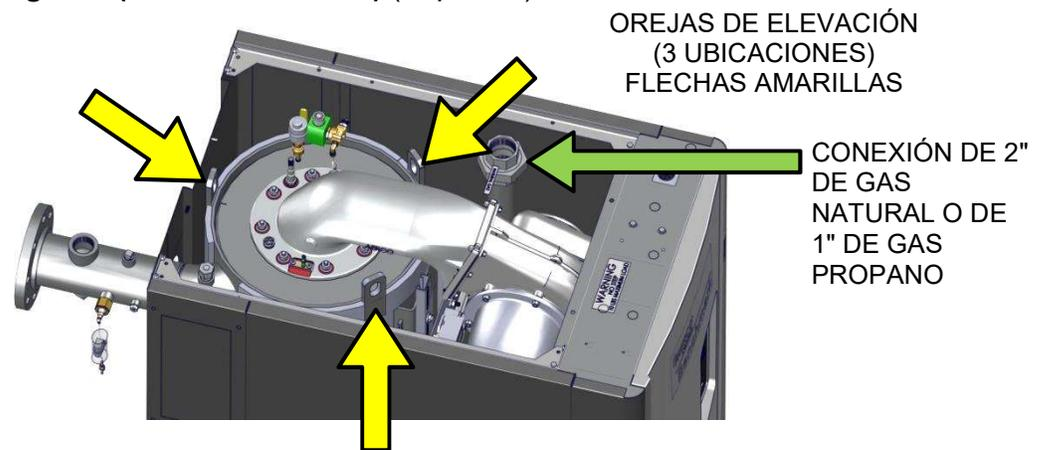

Figura 2-3b: Mecanismos para izaje de la caldera - Se muestra el modelo BMK 1500/2000
Hay tres orejas para izar en la parte superior del intercambiador de calor primario, como se muestra en la Figura 2-3b. Retire el panel frontal superior de la unidad para tener acceso a las orejas para izar. Retire los cuatro (4) tornillos para madera que unen la unidad al patín de envío. Alce la unidad separándola del patín de envío y colóquela sobre la plataforma de concreto de 4 a 8 pulgadas (10.2 cm a 20.3 cm) (requerido) en la ubicación deseada.